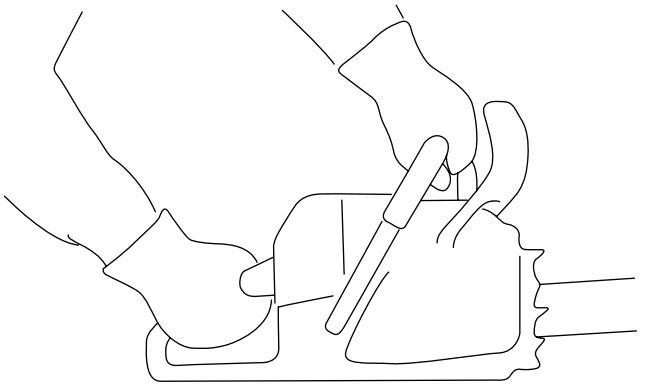

Figura 12
1. Agarre la motosierra con las dos manos, con la mano izquierda en la empuñadura delantera y la mano derecha en la empuñadura trasera, como se muestra en **Figura 12**.
1. Sujete la motosierra como se muestra en la **Figura 12**.
| 3. Sujete la motosierra como se muestra en la <a href="#">Figura 12</a> .  |                    |
1. Sujete la motosierra como se muestra en la Figura 12.